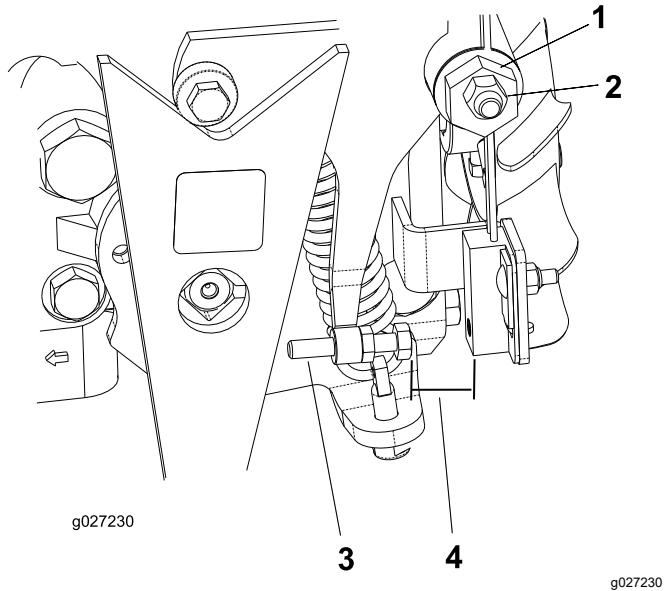

图 35
4. 拧松牵引调节凸轮上的锁紧螺母 图 35。
5. 启动发动机并朝两个方向旋转凸轮六角螺栓 图 35以确定中档范围的中点。
3. 调节螺丝直至气隙为 0.82.3mm 请参阅 图 35。